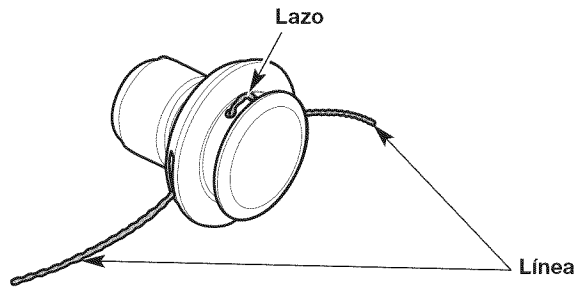

Fig. 23
4. Tire de los extremos del hilo hasta que quede tenso contra el cabezal de corte. Asegúrese de que los extremos del hilo sean de igual longitud (Fig. 23). Si un extremo es más largo que el otro, empuje el extremo más largo nuevamente a través del cabezal de corte parcialmente y tire del extremo más corto hacia afuera. De ser necesario, repita el proceso hasta que ambos extremos sean de igual longitud.
5. Presione el lazo expuesto del hilo de recorte hasta que esté ajustado contra el cabezal de corte (Fig. 23).